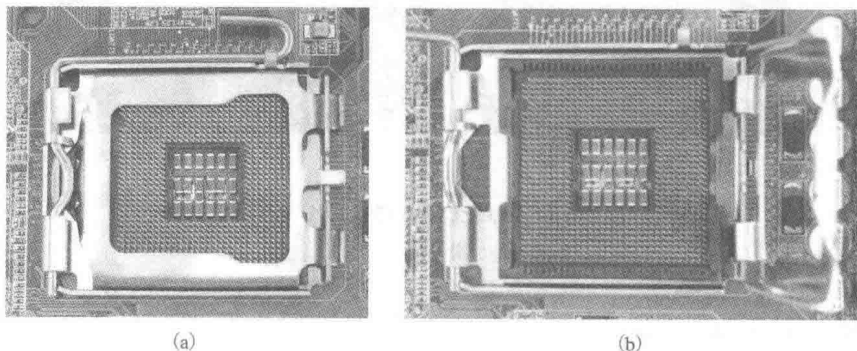
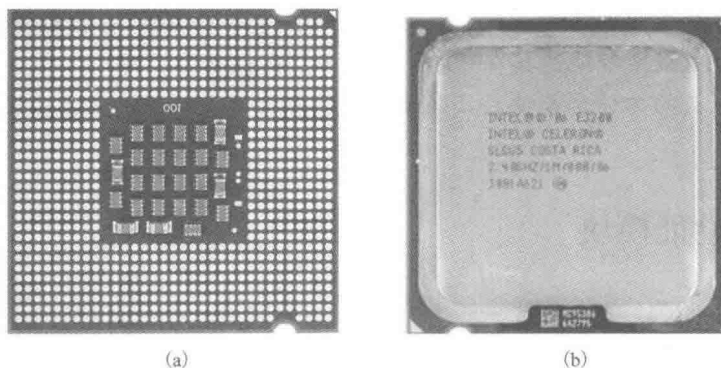

图1-1 Intel(LGA775)CPU脚座
图 1-2 Intel (LGA775) CPU
(1) Intel(LGA775)CPU脚座及CPU(图1-1、图1-2)